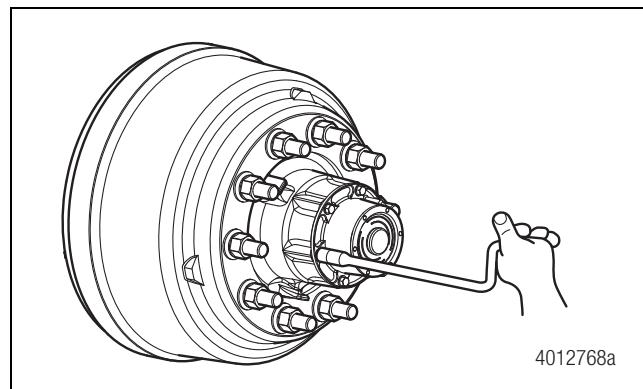

Figura 5.13
9. Instale la tapa de la maza colocando una nueva junta de tapa de maza. Instale los tornillos prisioneros de la tapa de la maza y apríételos a 15-30 lb-pie (20-41 N•m) en forma entrecruzada. Figura 5.13.